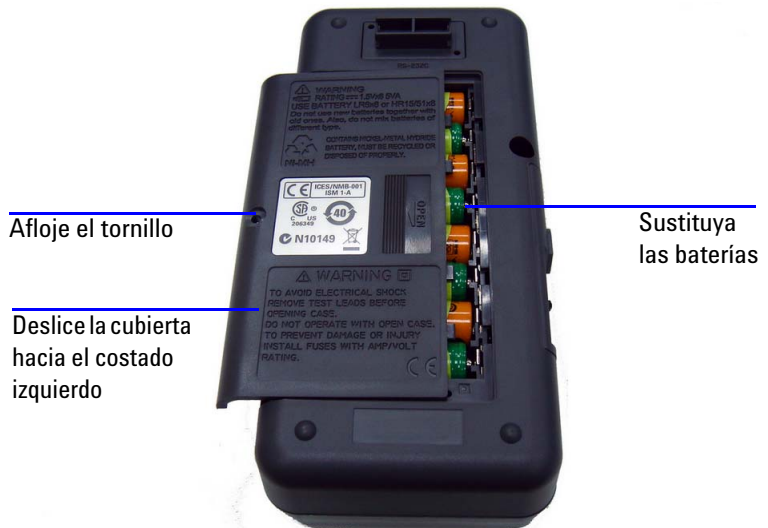

Figura 6-1 Reemplazo de la batería
- 2 Deslice la cubierta hacia la izquierda, levántela, y extráigala. Consulte la Figura 6-1.